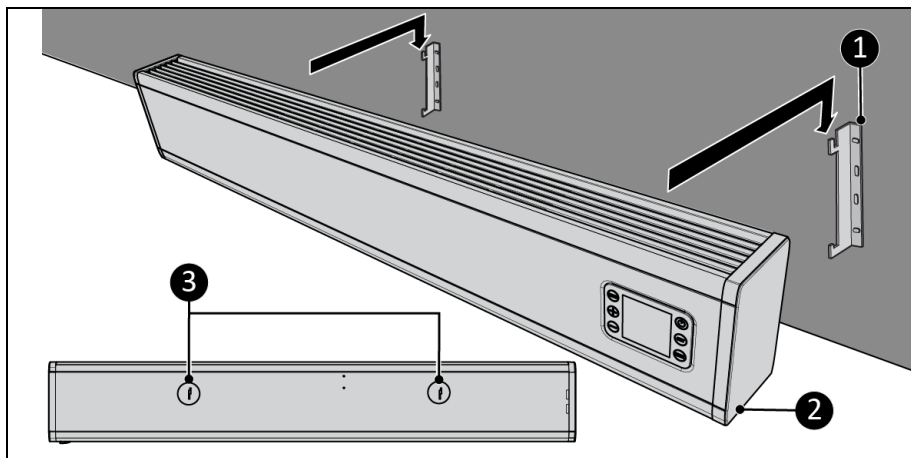

Figur 8
1. Enheden skal anbringes på en vandret og solid overflade. Brug et vaterpas, når du placerer enheden (figur 8, pos. 1).
2. Anbring enheden med en minimumsafstand (figur 8) på: